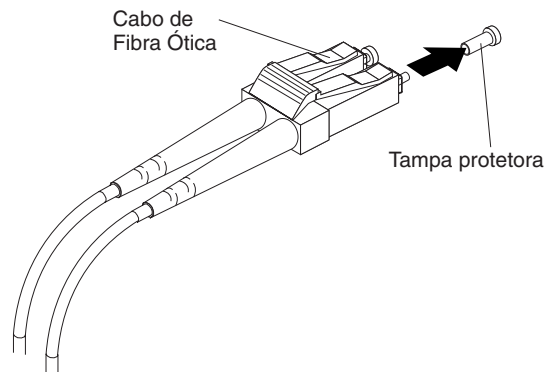

Figura 23. Removendo as Capas dos Cabos de Fibra Ótica
1. Remova a tampa protetora do cabo de fibra ótica. Consulte o Figura 23.